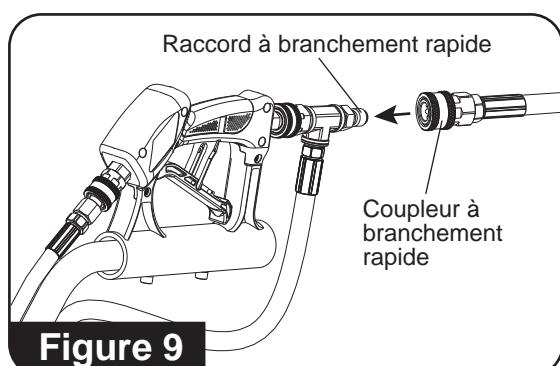

Figure 9
9. Insérez le coupleur à branchement rapide du tuyau de pression de sortie long sur la prise à branchement rapide du balai à eau (**consultez la figure 9**).